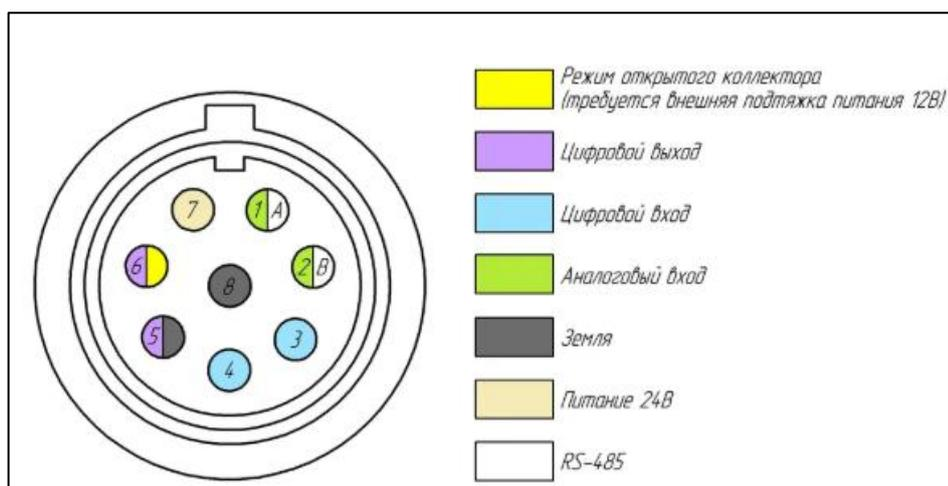

Рисунок I-20 – Порты на фланце инструмента
- порты (входы и выходы) на фланце инструмента (см. Рисунок I-20);